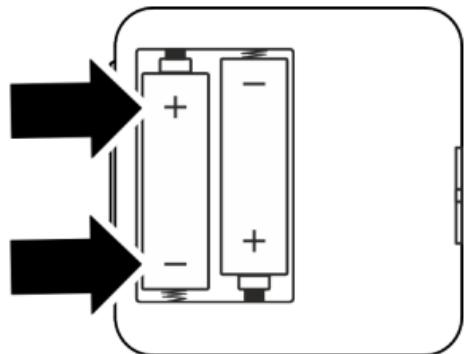

Fig. 4: Colocar la pila
6. Coloque 2 pilas alcalinas de 1,5 V AA LR6 con la polaridad correcta (Fig. 4) en la tapa de la carcasa.
8. Coloque 2 pilas alcalinas de 1,5 V AA LR6 con la polaridad correcta (Fig. 4) en la tapa de la carcasa.